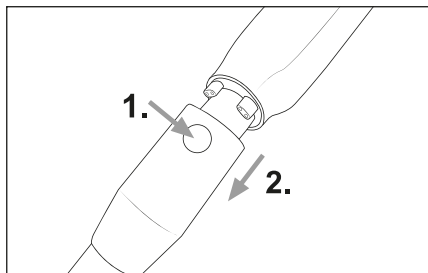

Fig. 8
- ◆ Pentru a îndepărta țeava de aspirare 23 din aparat, țineți apăsată tasta de deblocare a țevii de aspirare 24 și trageți țeava de aspirare 23 din orificiul de aspirație al aparatului (a se vedea fig. 8).